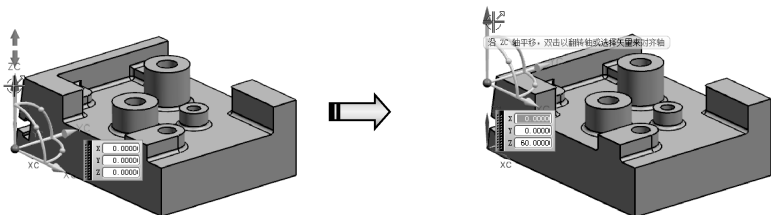

图 1-53 拖动轴柄改变坐标系位置
- 03 此时的坐标系可以在 6 个自由度方向自由变换。拖动轴柄可以改变 3 个平面方向的自由度，如图 1-53 所示。